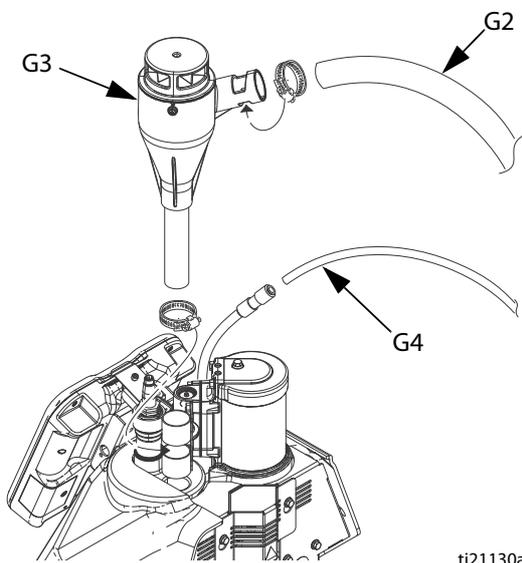

Рис. 7
- Установите на систему впускную воронку (G3) вакуум-пересасывающего устройства. См. Рис. 7.
- Вставьте прозрачный шланг (G2) вакуум-пересасывающего устройства, наружный диаметр которого составляет 33 мм (1,3 дюйма), в воронку (G3) вакуум-пересасывающего устройства. Зафиксируйте шланг входящим в комплект зажимом. См. Рис. 7.
- Подключите входящий в комплект длинный трубопровод (G4) для воздуха, наружный диаметр которого составляет 9,53 мм (3/8 дюйма), к вставному фитингу на трубопроводе для воздуха, предусмотренном в системе. См. Рис. 7.